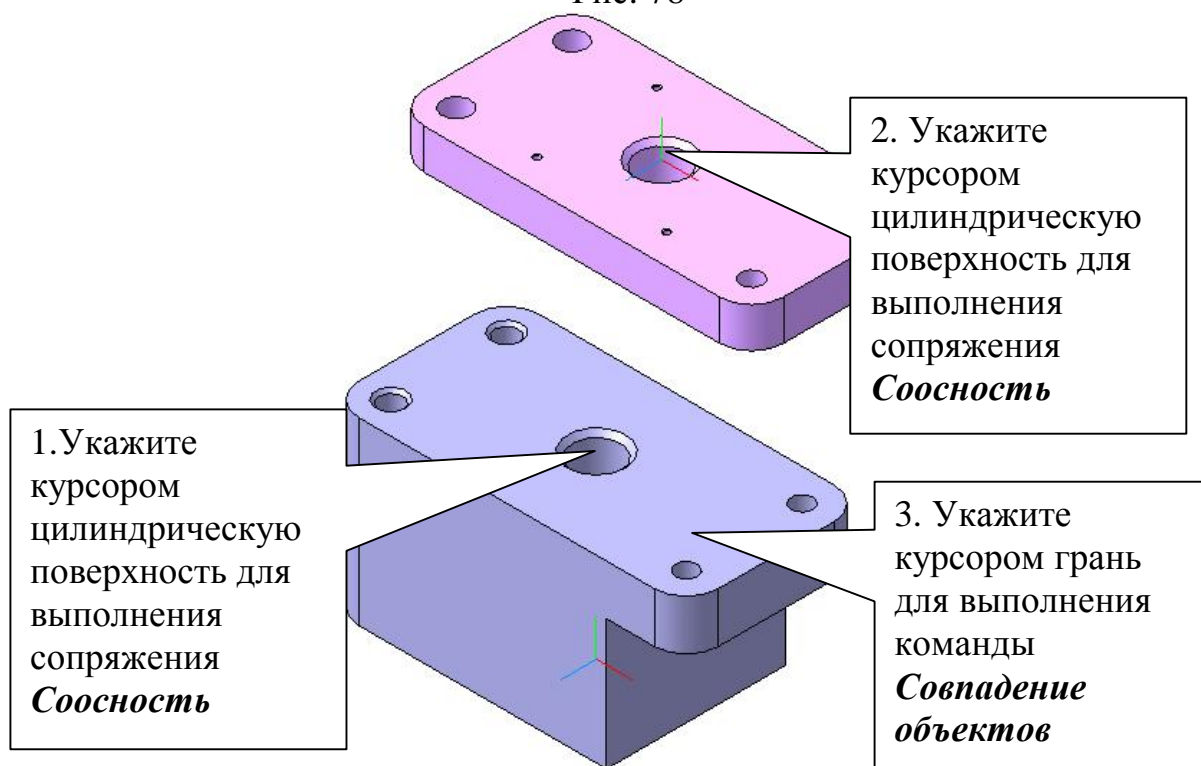

Рис. 79
- 2) Нажмите кнопку **Добавить из файла**  на панели **Редактирование сборки**  и откройте модель «Плита». Установите деталь в произвольном положении, рис. 79. Деталь можно перемещать кнопками **Повернуть компонент**  и
Командой **Повернуть**  разверните две детали таким образом, чтобы было удобно выделять цилиндрические поверхности  $\varnothing 24$  у двух деталей (на рис. 79 такое положение уже достигнуто). Укажите курсором цилиндрические поверхности. Деталь «Плита» после наложения сопряжения **Соосность** может перемещаться вдоль вертикальной оси и поворачиваться вокруг нее. Следующее